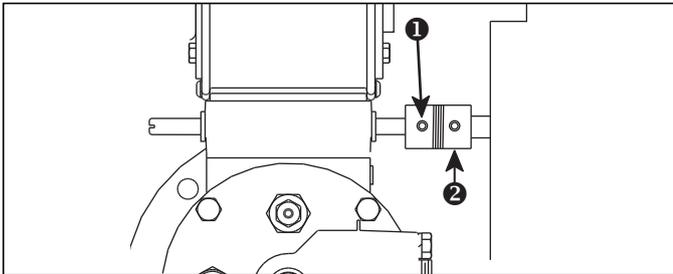

Figura 4.3 Actuador con acoplamiento flexible
- a. Para los actuadores de control de aire que tienen un acoplamiento con tornillos de ajuste, tal como se muestra en la figura 4.3, afloje el tornillo de ajuste ❶ en el lado del quemador del acoplamiento ❷.
- d. Para los actuadores de control de aire que tienen un acoplamiento con tornillos de ajuste, tal como se muestra en la figura 4.3, sujete firmemente la válvula de mariposa en su sitio y apriete el tornillo de ajuste ❷.